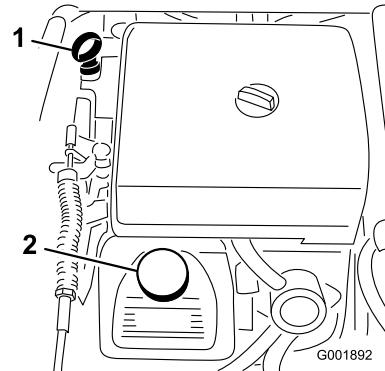

Figura 46
- Retire a vareta e limpe-a com um pano limpo (Figura 46). Volte a colocar a vareta no tubo e verifique se está completamente introduzida. Retire a vareta e verifique o nível de óleo.
- Se o nível de óleo estiver baixo, retire a tampa de enchimento da cobertura das válvulas (Figura 46) e adicione lentamente óleo suficiente na abertura até que o nível suba até à marca "Full" (Cheio) da vareta. Adicione o óleo lentamente e verifique o nível com alguma frequência durante o procedimento. Não encha demasiado.
8. Coloque lentamente cerca de 80% da quantidade de óleo especificada no bocal de enchimento do óleo (Figura 46).